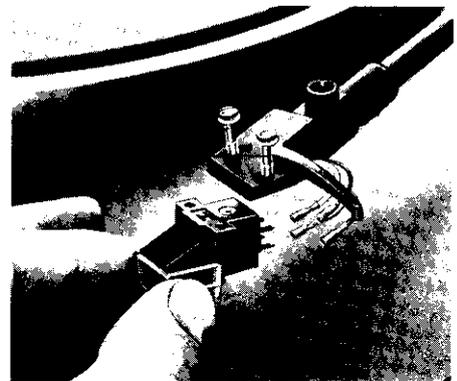

Abb. 5
5. Austausch des Tonabnehmers (Abb. 5 und 6)